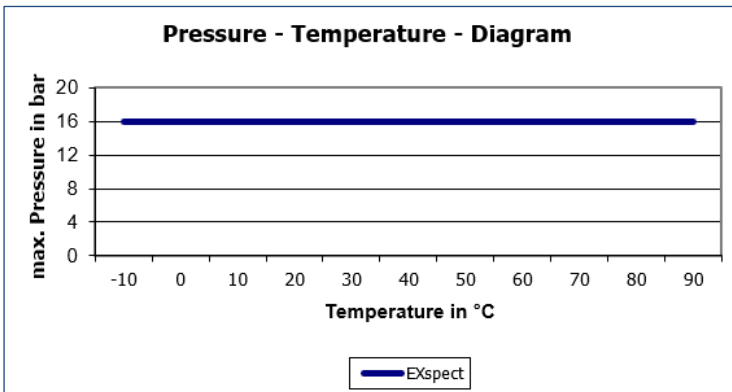

Abb. 2: Druck-Temperatur-Diagramm EXspect 231
4. Teilstücke zwischen den 4 Punkten schweißen (Abb. 2, unten anstehend)